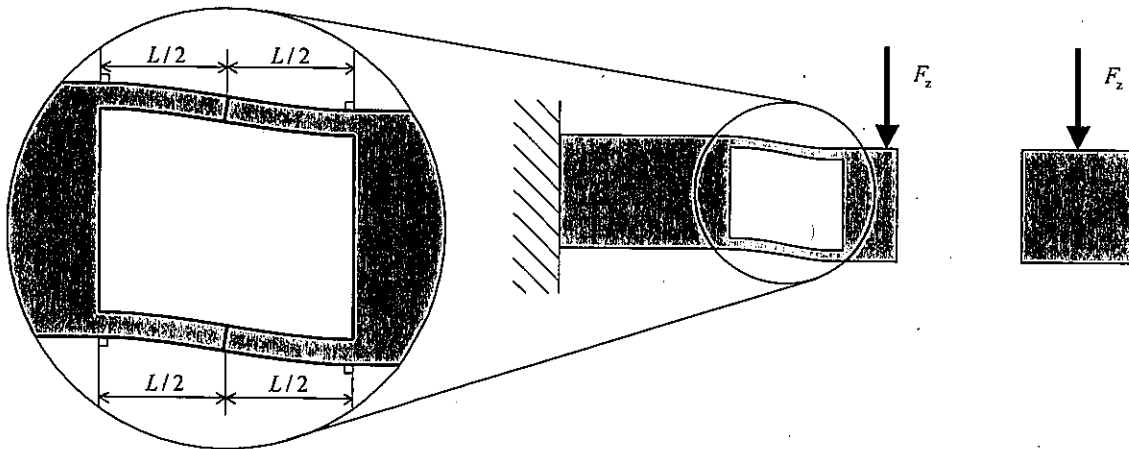
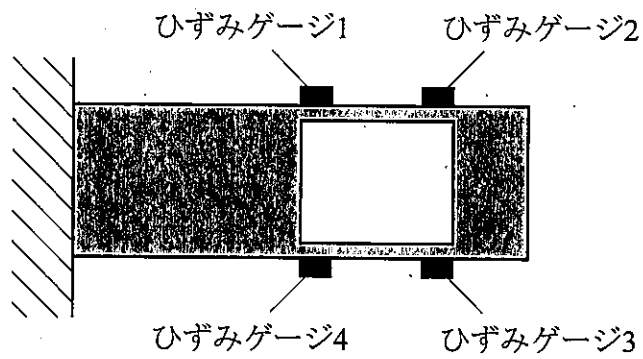

図 3-2
図 3-3
- (1) 構造体の先端部に  $F_z$  の力が加わると、図 3-2 に示す概略図のように変形する。  $F_z$  による先端部の  $z$  方向の変位を  $F_z$ ,  $E$ ,  $b$ ,  $L$ ,  $t$  を用いて表せ。このとき、それぞれの薄板部を、長さ  $L/2$  の 2 つの片持ちはり が向かい合ったものとみなしてよい。
- (2) 設問(1)のときの、薄板部の  $x$  方向のひずみの最大値を  $F_z$ ,  $E$ ,  $b$ ,  $L$ ,  $t$  を用いて表せ。
- (3) 薄板部が塑性変形しないように、力  $F_z$  を設定する必要がある。設問(2) のひずみが 0.2% を超えると薄板部が塑性変形する場合、  $F_z$  の満たすべき条件を求めよ。ただし、  $E = 60 \text{ GPa}$ ,  $b = 20 \text{ mm}$ ,  $L = 20 \text{ mm}$ ,  $t = 0.2 \text{ mm}$  とする。
- (4) この力センサは共振しない条件で用いる。そのため構造体自体の固有振動数について考える必要がある。  $\rho = 2.5 \text{ g/cm}^3$ ,  $a = 15 \text{ mm}$  のとき、薄板部の 1 次固有振動数を有効数字 2 桁で求めよ。なお、  $\frac{1}{2\pi} \approx 0.16$  と近似せよ。
- (5)  $F_z$  が加わったとき、設問(4)で求めた 1 次固有振動数を変えずに、先端部の  $z$  方向の変位を 2 倍にするためには構造体の寸法をどのように変えればよいか答えよ。
- (6) 図 3-3 のように 4 枚のひずみゲージを構造体に貼って、力  $F_z$  を検出する。4 枚のひずみゲージを用いる方法は、ひずみゲージ 1 のみを用いる方法に比べて利点がある。その利点を 2 つ、理由を付してそれぞれ 50 文字程度で述べよ。また、これらの利点を得るための 4 枚のひずみゲージを用いたブリッジ回路の構成を図示せよ。